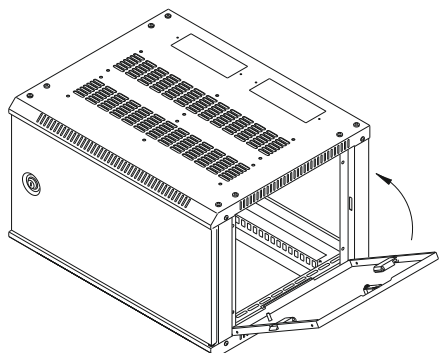

Рисунок 16
4.3.6 Вставьте собранные боковые панели в каркас. Замки-защёлки закроются автоматически. Замок переведите в положение «Закрыто» (рисунок 16).